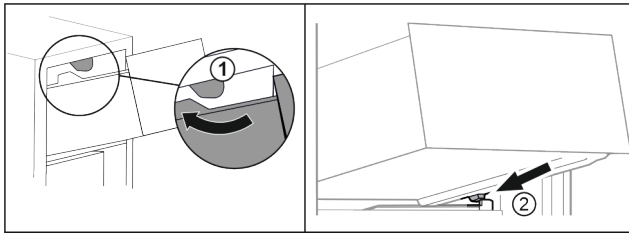

Fig. 90
- ▶ Schubfach um die oberen Stopper herumführen. Fig. 90 (1)
- ▶ Schubfach schräg hinter den unteren Stoppfern auf Behälterrippe aufsetzen. Fig. 90 (2)